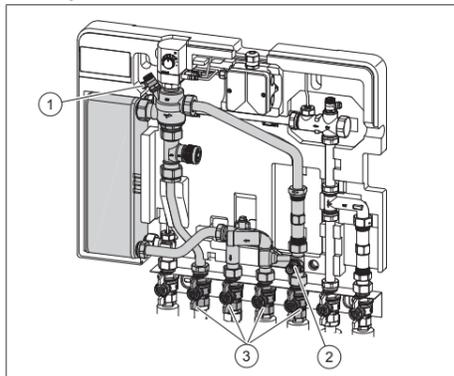

Fig. 3: Montage du robinet de réglage
- Fermer les 4 robinets à tournant sphérique (3) marqués dans Fig. 3, situés sur le bloc de raccordement avec robinets à tournant sphérique.
- Ouvrir le robinet de purge (voir Fig. 3 (1)) pour détendre le tronçon de l'installation.
- Ouvrir le robinet de vidange (voir Fig. 3 (2)).
- Fermer les robinets de purge et de vidange (voir Fig. 3).